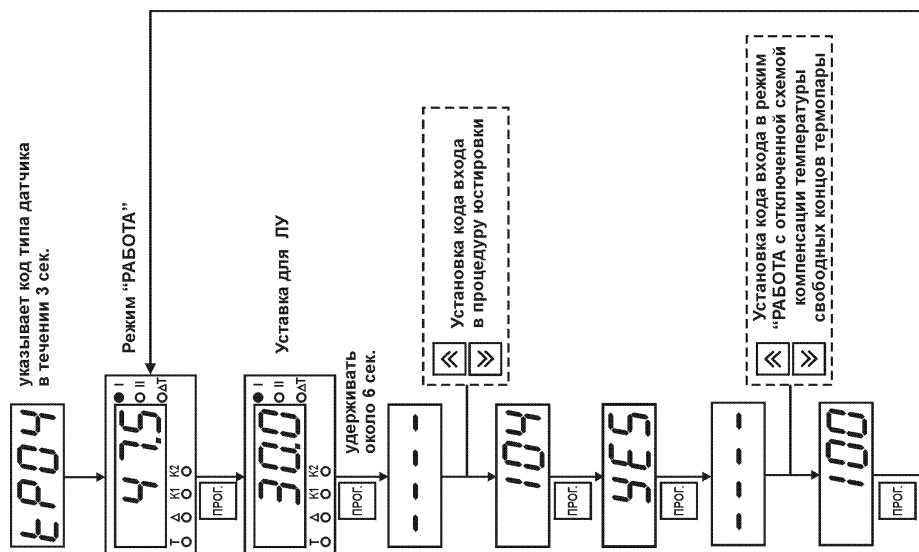

Рис. 4
3.2. Подать питание на прибор. Не менее чем через 15...20 с произвести юстировку прибора, выполнив действия в порядке и последовательности, указанных на рис. 4.